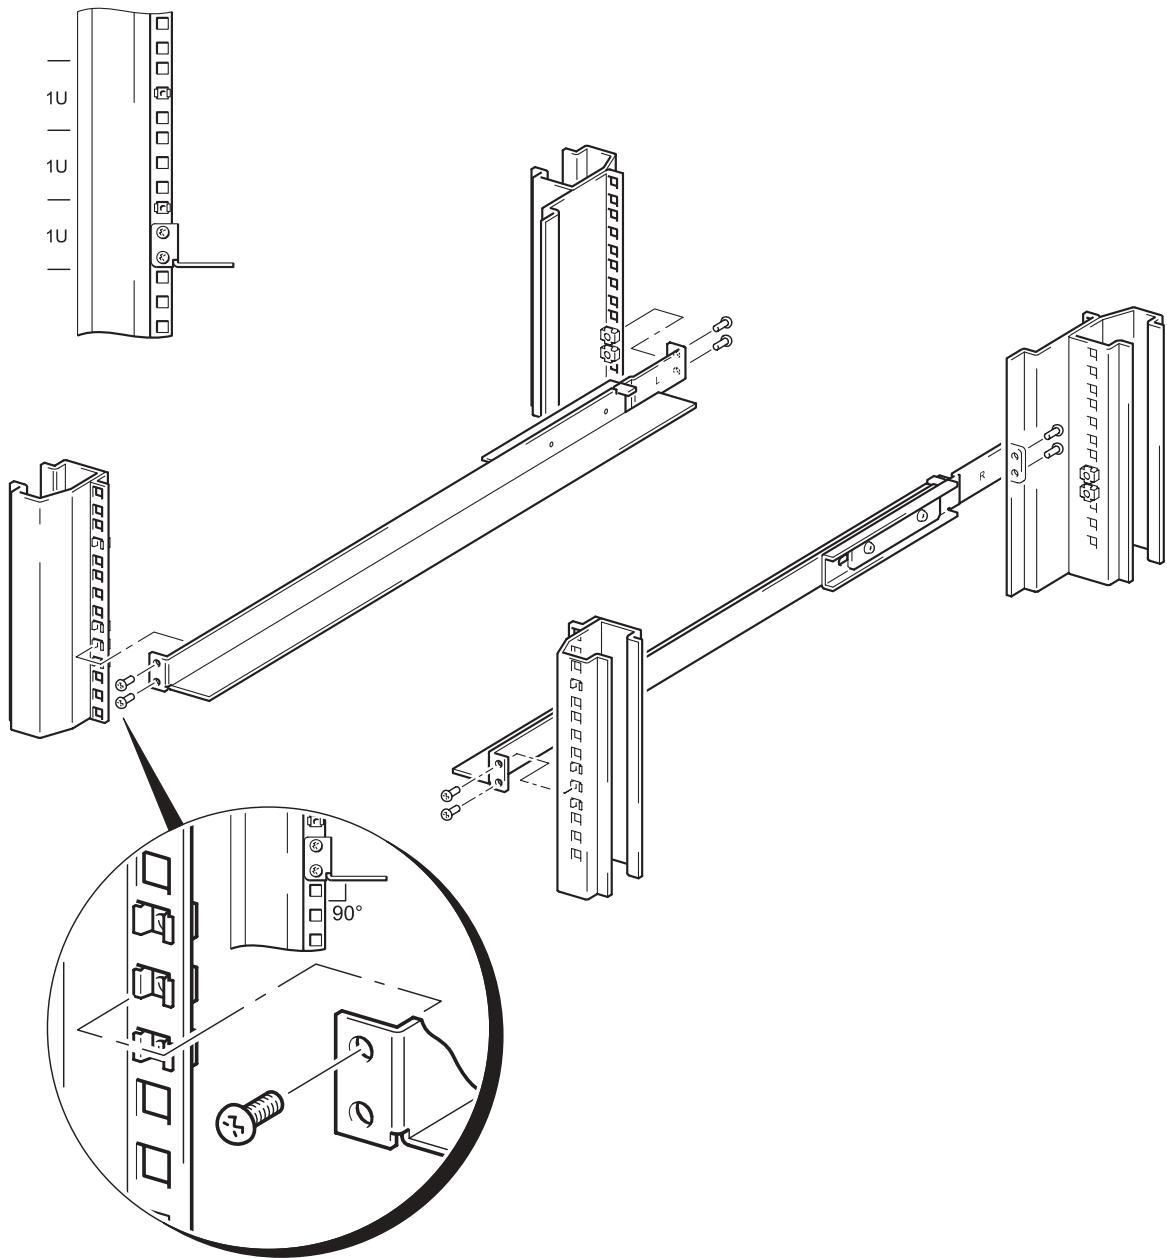

图 3b: 安装支持导轨 (方孔剖面)
- 1 请参考图 3b。放好支持导轨，使导轨后部的法兰固定于后部机架柱的上方，且使导轨法兰中的两个小孔与两个固定螺母对齐。如果两人同时执行此操作会更容易一些。